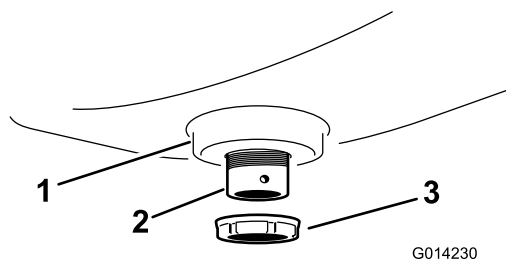

図 4
- プラスチック製のフランジナットを使ってバルクヘッドフィッティングをタンクに固定する 図 4。